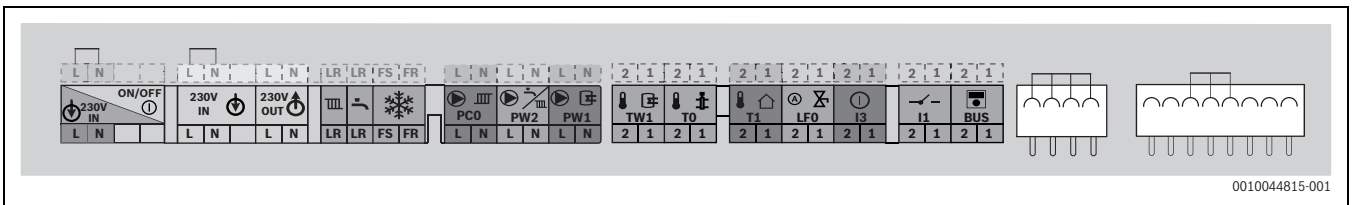

Bild 59 Klemmleiste für externes Zubehör
- ▶ Für Spritzwasserschutz (IP): Zugentlastung entsprechend dem Durchmesser des Kabels abschneiden.
- ▶ Kabel an der Klemmleiste für externes Zubehör (→ Bild 59) anschließen.